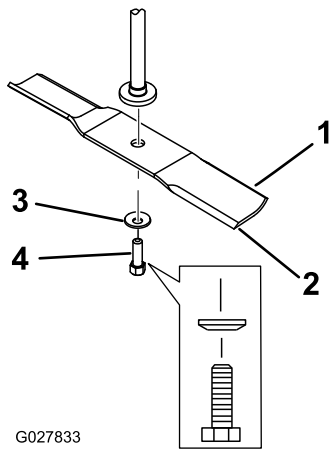

Figura 59
2. Retire del eje el perno de la cuchilla, la arandela curva y la cuchilla (Figura 59).
- Instale la cuchilla en el eje (Figura 59).
- Instale la arandela curva (con la copa hacia la cuchilla) y el perno de la cuchilla (Figura 59).